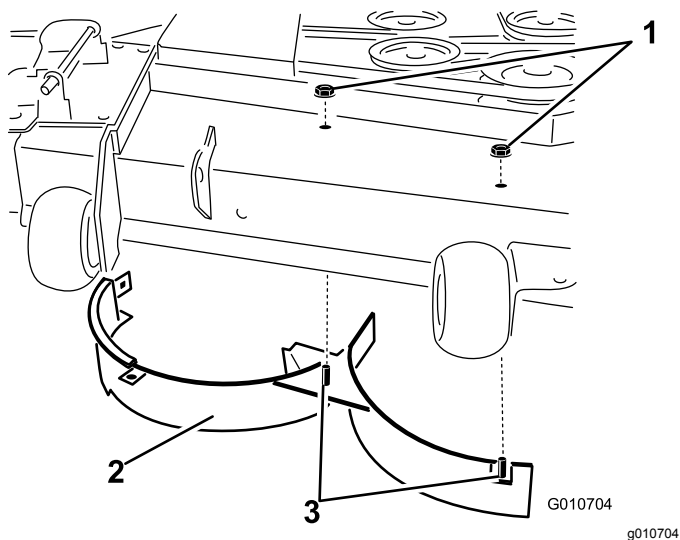

Figura 14
8. Rimuovete i 2 dadi di bloccaggio (5/16") fissati sui perni saldati del deflettore destro in posizione centrale e destra, sulla parte superiore del piatto di taglio (Figura 14).